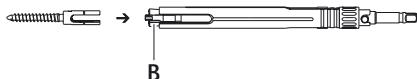

Abb. 4
- Pedikelschrauben am Arbeitsende in Spannhülse **B** einführen, siehe Abb. 4.